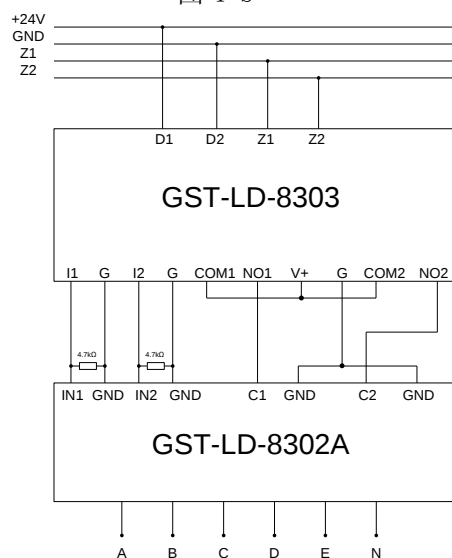

图 5
2. 模块与 GST-LD-8302A 模块组合连接的方法如图 5 所示。